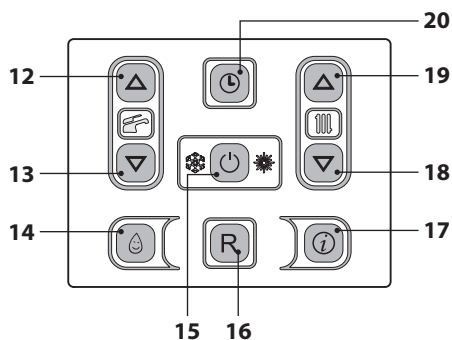
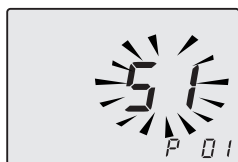

Figura 9.28
Figura 9.29
- Entrare in "modalità programmazione" premendo contemporaneamente per 10 secondi i tasti 15 - 18 - 19 (Figura 9.28) fino a far apparire sul display LCD le lettere **P01** che si alternano con il valore del parametro (51=M260.1616 SV/T, 52=M260.2025 SV/T o 55=M260.3035 SV/T), indicanti l'entrata nel "parametro 01" (Figura 9.29).